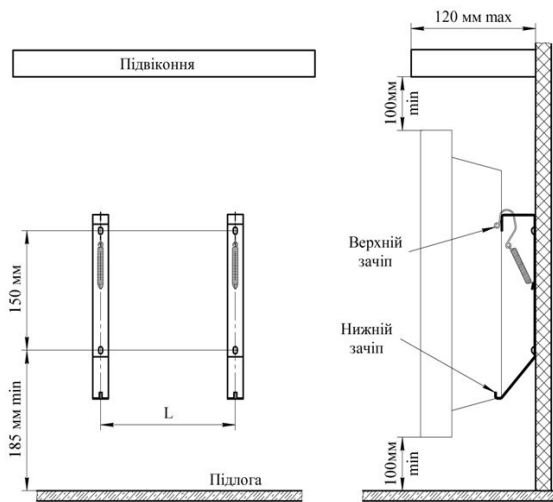

Рис. 1
4.5 Поєднайте прямокутні отвори на задній стінці конвектора з верхніми зачепами кронштейнів (рис. 1) і надіньте конвектор на зачепи.
Включати й експлуатувати конвектор дозволяється тільки в положенні, вказаному на рис.1.